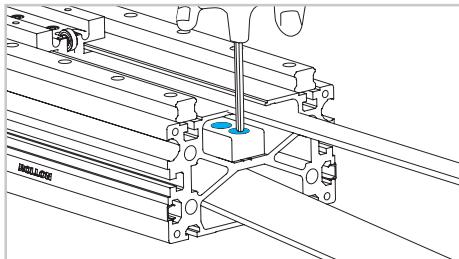

Fig. 13
- 14) Die Sicherheitsblockierung demonstrieren (Abb. 13).
- 17) Entfernen Sie die Sicherheitsblockierung auf dieser Seite (Abb. 13).